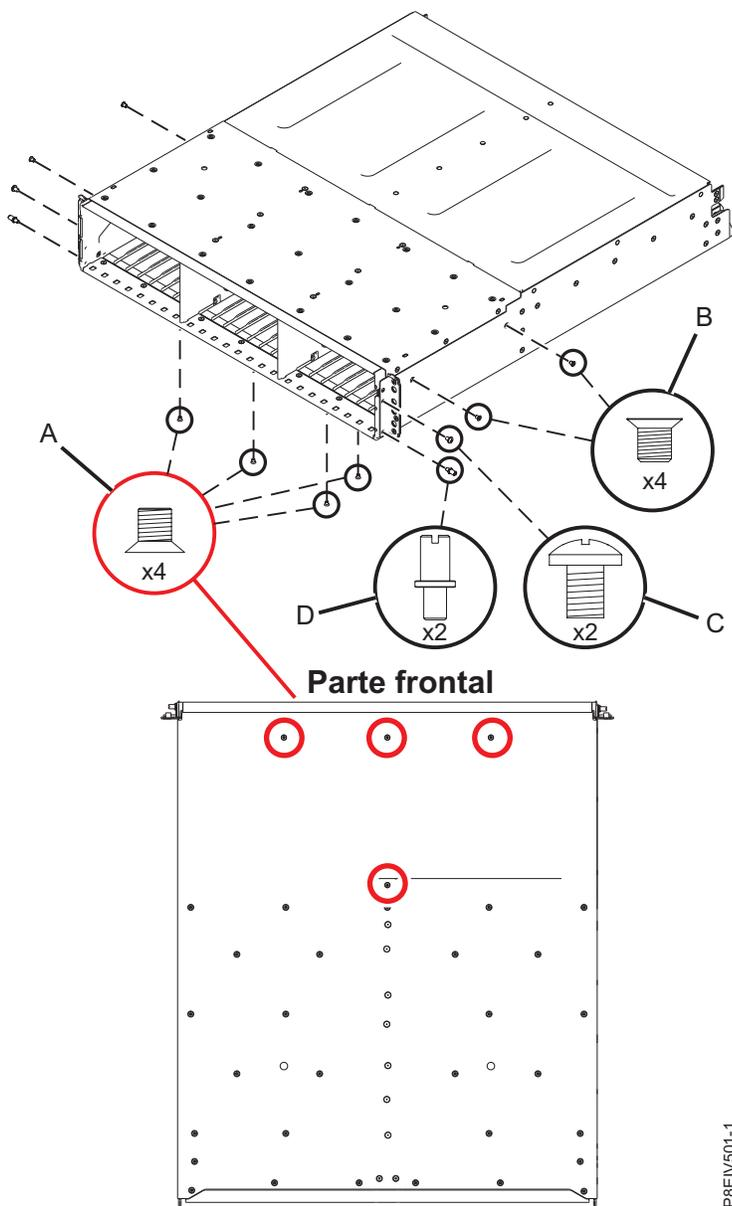

Figura 2. Extracción de los tornillos del conjunto de la placa media
8. Extraiga los tornillos del conjunto de la placa media, como se muestra en la Figura 2 en la página 6. Etiquete los tornillos con la ubicación de la que se han extraído.
11. Coloque los tornillos del conjunto de la placa media. Consulte la Figura 2 en la página 6.